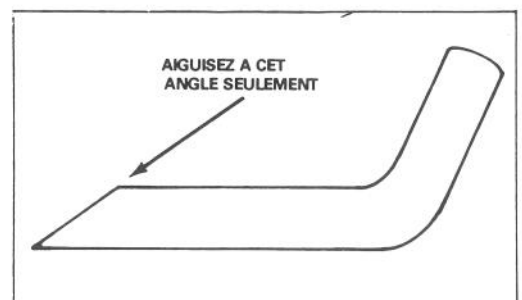

Figure 15
6. **AIGUISAGE DE LA LAME** — A l'aide d'une lime, aiguissez le haut de la lame en maintenant l'angle de coupe initial (Fig. 15). La lame restera équilibrée si vous enlevez la même quantité de métal des deux extrémités de la lame.